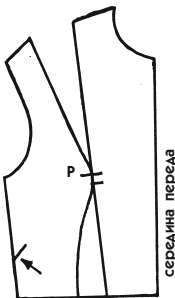

Рис. 138
1. Определите на фигуре, на каком расстоянии от талии будет находиться вытачка, затем перенесите эту мерку на базовое лекало, наметив начало вытачки по направлению к линии Р маленьким отрезком (стрелка на рис. 138).